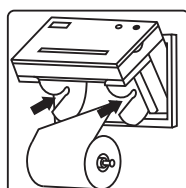

Fig.10
- e▶ Insira a bobina pressionando as pontas do eixo e encaixando-as nos alojamentos (Fig. 10).